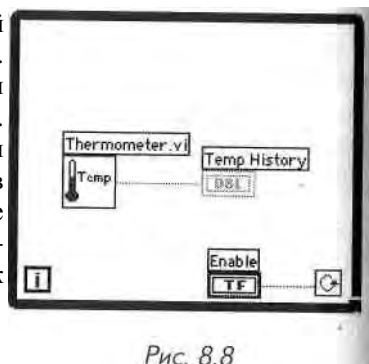

Рис. 8.8
5. Поскольку сенсорное устройство измеряет комнатную температуру (в **едИ** ницах шкалы Фаренгейта), вам следует изменить масштаб развертки осциллограммы, чтобы увидеть величину температуры (в противном слу-Я чае ее значения окажутся за пределами графика). Используя инструмент ввода текста (A), дважды щелкните мышью по отметке «10.0» вертикальной шкалы осциллограммы и напечатайте 9 0. После этого щелкните мышью за пределами области текста. Щелчок вводит значение. Можно также нажать кнопку **Ввод** на панели инструментов, чтобы ввести изменения в масштаб. Аналогичным образом измените значение «0.0» на 7 0. 6. Откройте окно блок-диаграммы и постройте диаграмму, как показано на рис. 8.8.
10. Соедините элементы на блок-диаграмме, как показано на рис. 8.8.